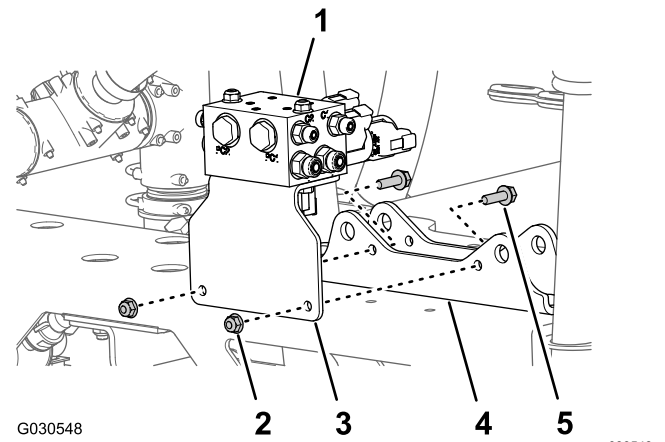

Figura 76
3. Retire as 2 porcas flangeadas (5/16 pol.) e os 2 parafusos de cabeça flangeada (5/16 x 1 pol.) que prendem o suporte para o coletor de elevação da rampa à montagem do cilindro e retire o coletor e o suporte da máquina (Figura 76).